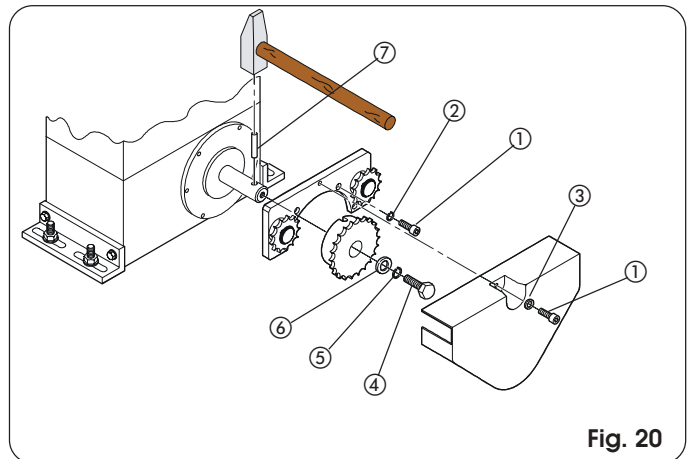
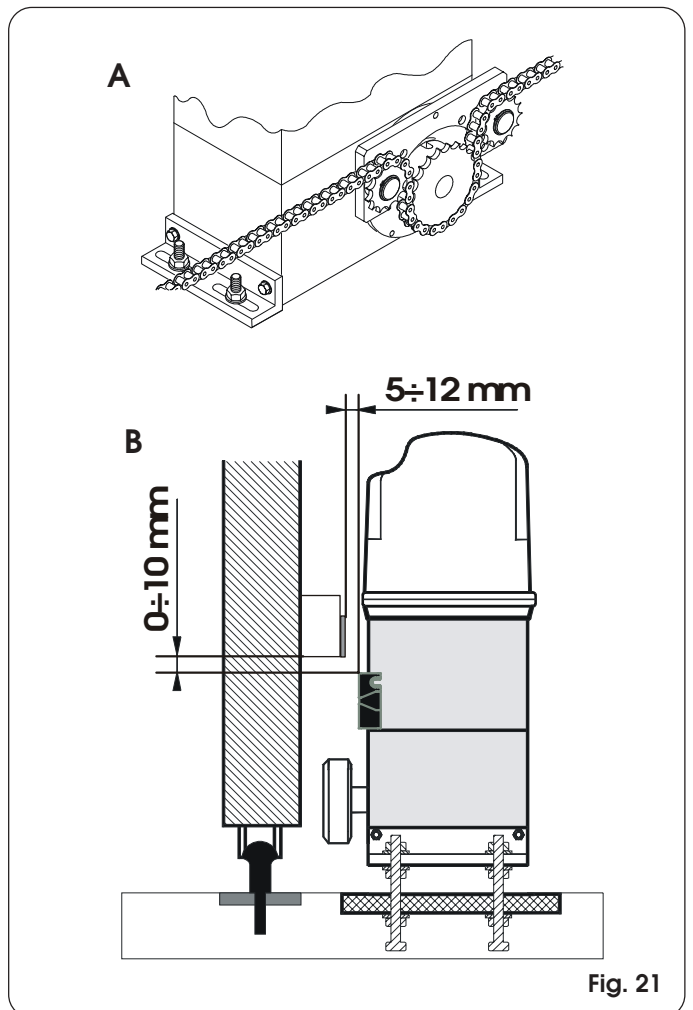

Fig. 20
Fig. 21
4.5.2. MOD. 844 ER RF (Fig. 20 - 21)
- 1) Introduire le goujon élastique ⑦ dans l'arbre en utilisant un marteau.
- 2) Appliquer sur la bride du motoréducteur la patte des renvois fous, en utilisant les quatre vis ① (M5 x 12) et les rondelles spécifiques ② présentes dans le kit de la Fig.20.
- 3) Appliquer le pignon à chaîne sur l'arbre en faisant coïncider les logements du pignon sur le goujon élastique et serrer la vis ④ et les rondelles spécifiques ⑤ et ⑥.
- 4) Passer la chaîne d'après la Fig.21 réf. A et monter le carter de protection avec la vis ① et la rondelle ③ d'après la Fig.20.
- 5) Pour les opérateurs dotés du fin de course MLS, prévoir les supports pour le positionnement des aimants fournis en respectant les cotes indiquées dans la fig. 21 réf.B.